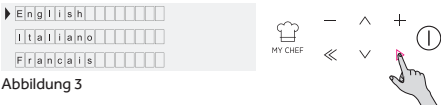

Abbildung 3
- Drücken Sie OK, um fortzufahren. (Abbildung 3).